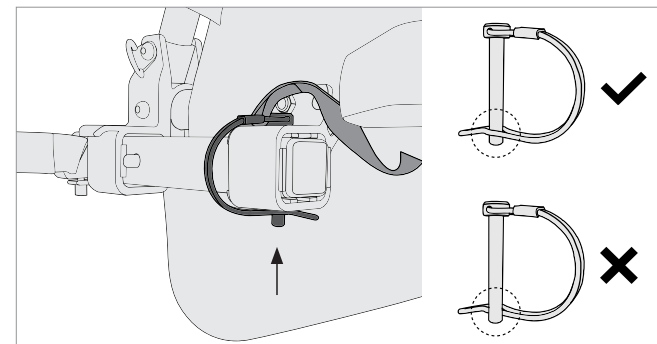

Abbildung 10
3. Bitte vergewissern Sie sich, dass der Halterungsstift fest sitzt, gemäß der Abbildung (Abbildung 10).